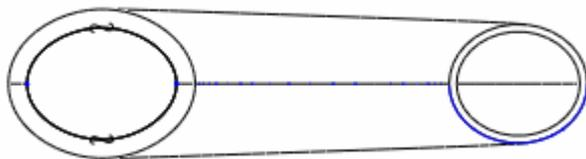

图 61-18
(4) 在草绘环境中使用“通过边创建图元”工具 ，选中椭圆端面内边线，如图 61-18 所示。